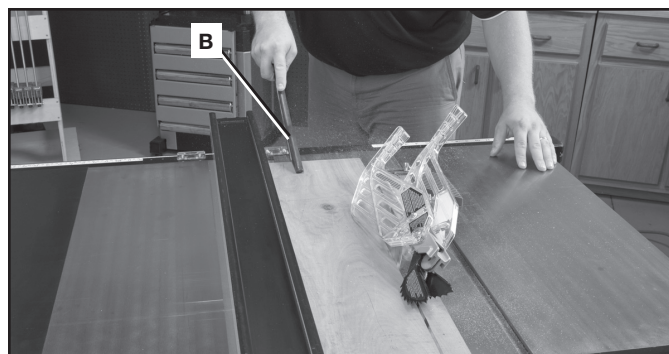

FIG. 56
Il est dangereux de couper longitudinalement de petites pièces. Il est dangereux de laisser les mains s'approcher trop près de la lame. Il est conseillé de couper une pièce plus large pour obtenir la taille désirée. Lorsqu'une petite largeur doit être découpée et que la main ne peut pas être mise entre la lame et le guide longitudinal, sans présenter de risques, utilisez un ou plusieurs pousoirs de fin de passe. Un schéma est inclus en fin de manuel pour fabriquer des pousoirs de fin de passe. Un pousoir de fin de passe (B) Fig. 56 est inclus avec cette scie. À l'aide du/des pousoir(s) de fin de passe, maintenez la pièce contre la table et le guide, et poussez la pièce complètement au-delà de la lame. Se reporter en fig. 56.